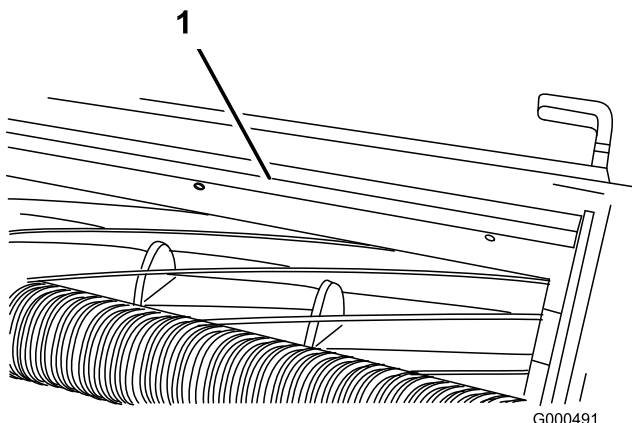

図 55
1. バー（図 55）をカッティングユニットに固定しているネジをゆるめる。